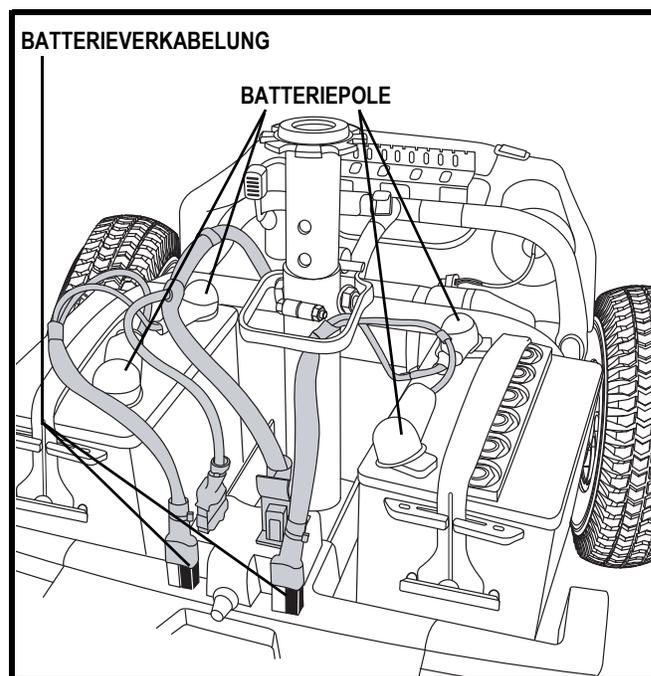

Abb. 13. Batterieverkabelung und Batteriepole
3. Unterbrechen Sie die Batterieverkabelung, indem Sie es gerade Hochziehen. **Siehe Abb. 13.**